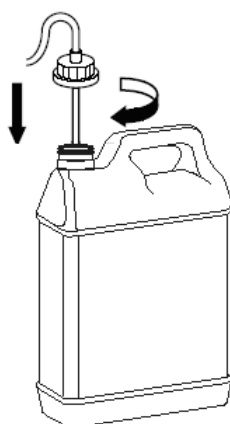

Abbildung 4-4 Einführen des Schlauchendes in den Behälter
3. Entfernen Sie die Abdeckkappe des Behälters und führen Sie das Ende des Schlauches, das kein Verbindungsstück aufweist, in den Behälter mit Spüllösung ein. Schrauben Sie die an dem Schlauch befindliche Abdeckkappe im Uhrzeigersinn auf den Behälter, bis die Kappe ordnungsgemäss befestigt ist, wie in Abbildung 4-4 dargestellt;